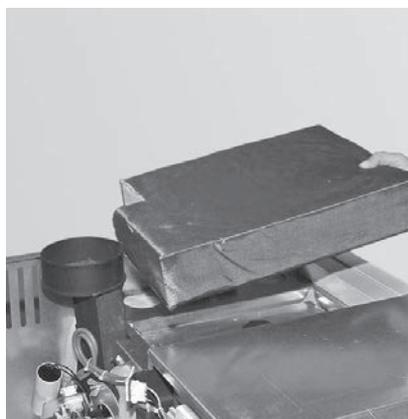

Fig. 28 Rimuovere l'isolamento
- ▶ Togliere l'isolamento dal coperchio delle superfici riscaldanti – Fig. 28.